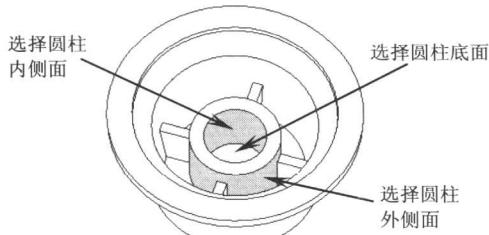
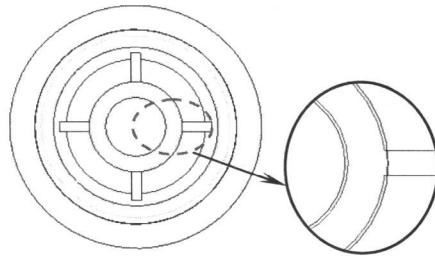

图2-12
图2-13
- 在【特征操作】工具条中单击【拔模角】按钮，弹出【拔模角】对话框。在【选择步骤】栏中单击【ZC 轴】按钮，选择圆柱底面为拔模固定平面，然后分别选择圆柱内侧面和外侧面，如图 2-12 所示。在【Set1 A】输入框中输入“1”，最后单击【确定】按钮创建拔模角特征，结果如图 2-13 所示。